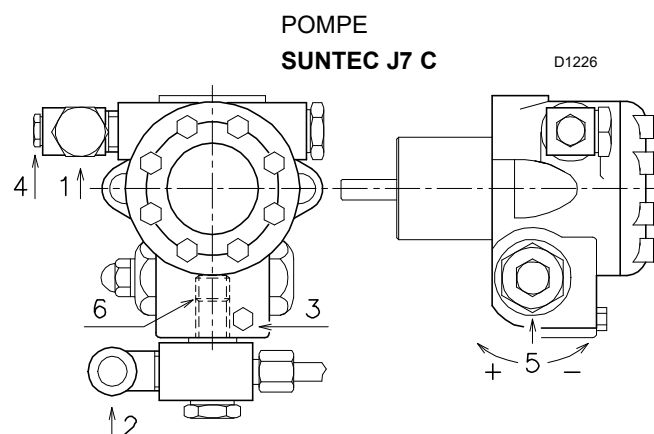

Fig. 22
Les pompes ont un bypass qui fait communiquer le retour et l'aspiration. Elles sont installées sur le brûleur avec le bypass fermé par la vis 6)(Fig. 22).
- Pour que la pompe puisse s'auto-amorcer, il est indispensable de desserrer la vis 3 (Fig. 22) de la pompe pour vider l'air contenu dans le tuyau d'aspiration.